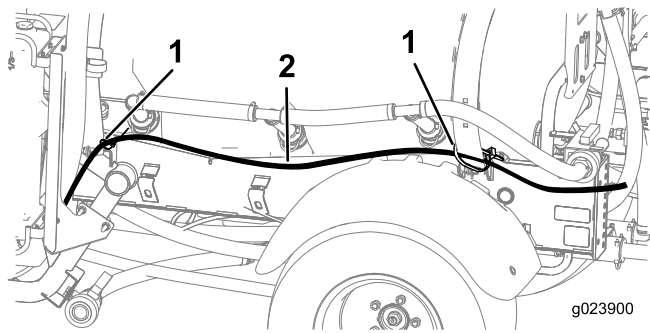

Рисунок 12
2. Проложите два пенных шланга от стрел в сторону монтажного кронштейна (Рисунок 12).